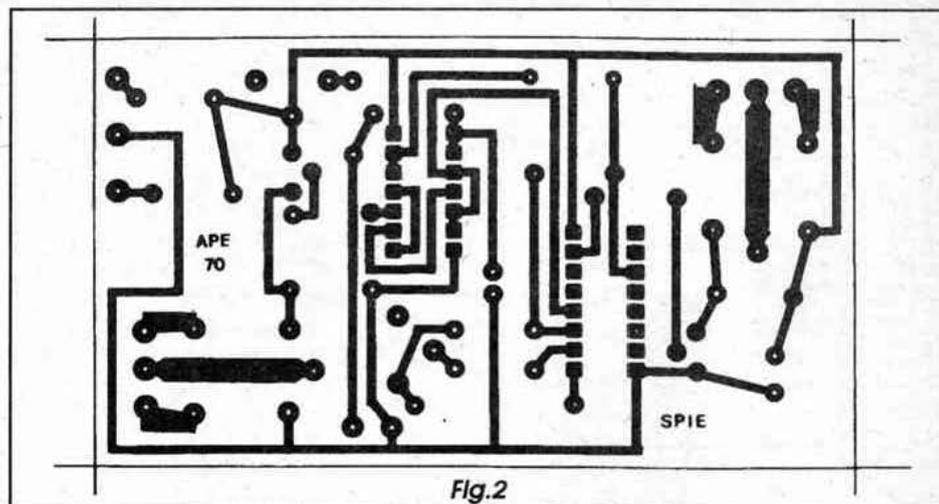

Fig.2
- FIG. 2 - LAY OUT DO CIRCUITO IMPRESSO ESPECÍFICO - Principalmente devido à presença dos dois relês, a placa não resultou muito pequena, ainda que sem exageros no seu tamanho final... O diagrama mostra, em escala 1:1, a sua face cobreada, com as áreas em negro indicando as partes (ilhas e pistas) a restarem após a corrosão (áreas em branco indicam as regiões onde a película de cobre é removida pela solução de percloroeto...). Com os integrados (e também os relês...) exigindo um certo rigor mecânico (tamanhos e posicionamentos) das respectivas ilhas, recomenda-se o uso de decalques apropriados na traçagem, feita após a cópia com carbono diretamente sobre a superfície cobreada de um fenolite virgem nas indicadas medidas... Após a corrosão, lavagem, furação e limpeza, tudo deve ser muito bem conferido, corrigindo-se eventuais falhas ou *curtos*... Observar com especial atenção as regiões entre as ilhazinhas destinadas à inserção das *perninhas* dos dois integrados, muito susceptíveis a *curtos* ou contatos indevidos, devido às suas dimensões reduzidas e extrema proximidade... Aos *começantes*, recomendamos ler com atenção as **INSTRUÇÕES GERAIS PARA AS MONTAGENS**, antes de iniciar qualquer procedimento...!